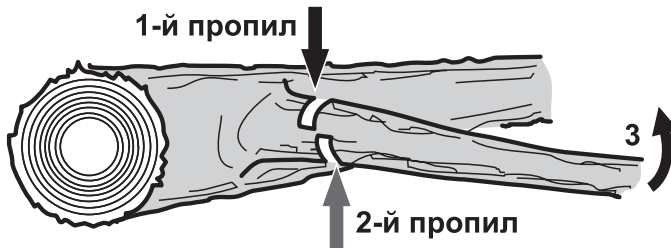

Рисунок 10. Схема обрізання гілок і суків на поваленому дереві.
1. Для обрізання гілки на поваленому дереві визначити напрямок вигину гілки, яку планується відпилати (3, рис. 10).